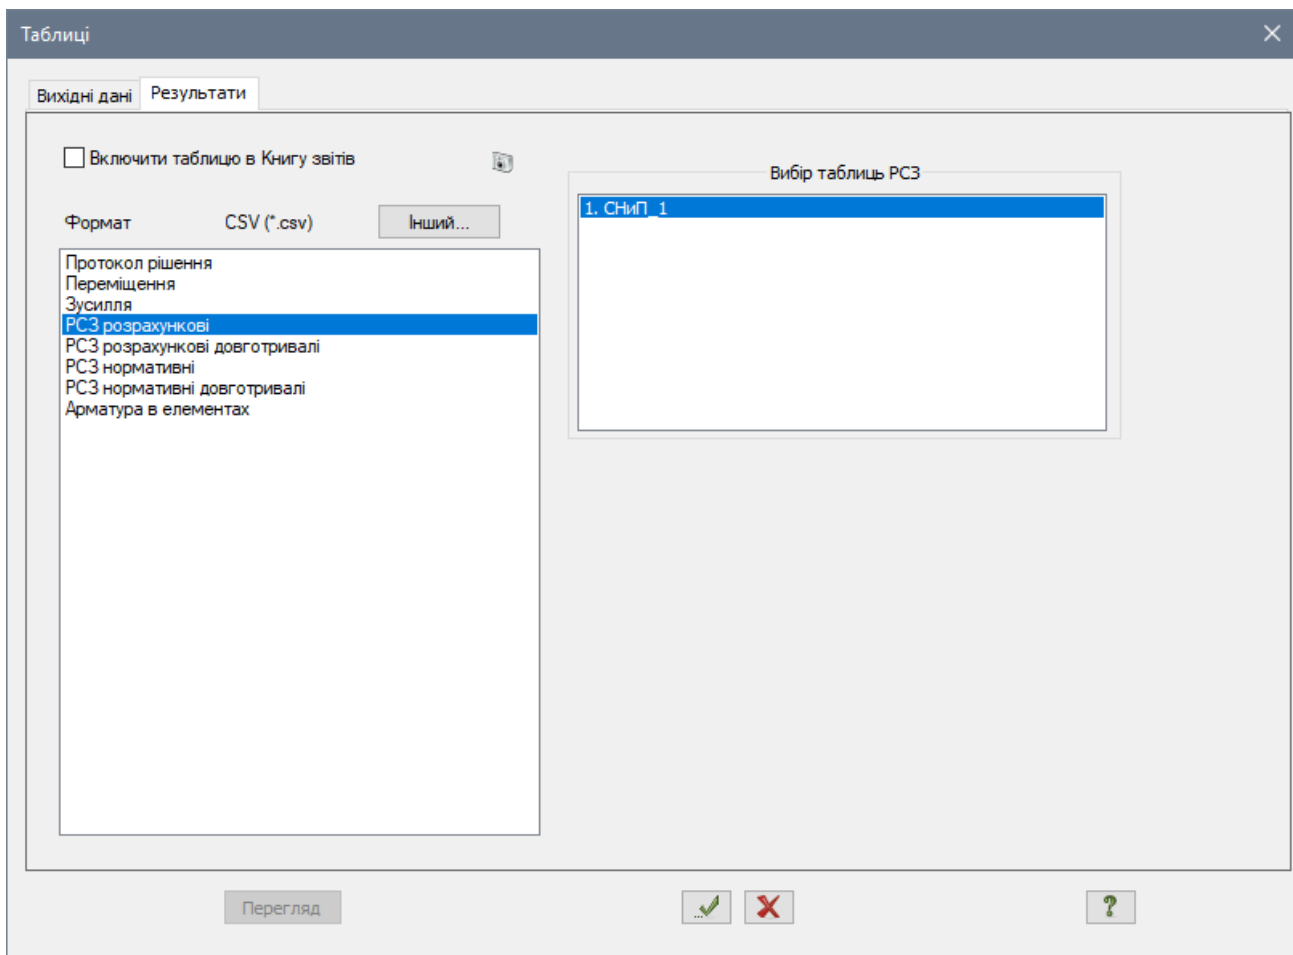

Рис. 21.22. Діалогове вікно **Таблиці**
- Після цього у діалоговому вікні **Таблиці** (рис. 21.22) виділіть рядок **PC3 розрахункові**.